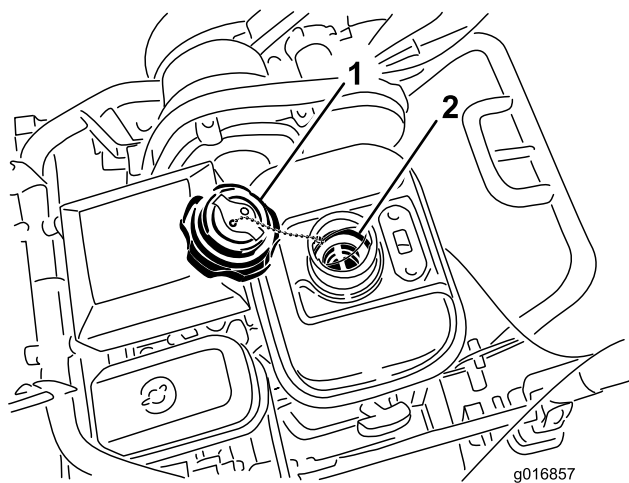

Figura 37
3. Desaperte e retire o recipiente do combustível do depósito do combustível (Figura 37).